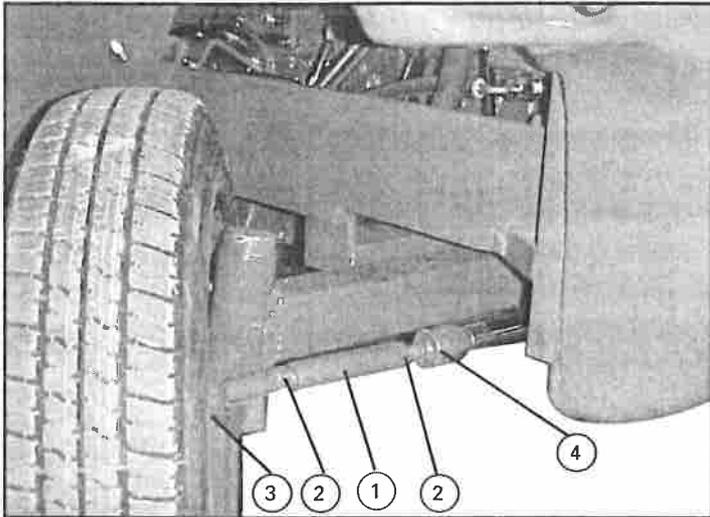

Fig. 24
1) DIRECCION (TM-15.13 y TM-15.16) (Fig. 24)